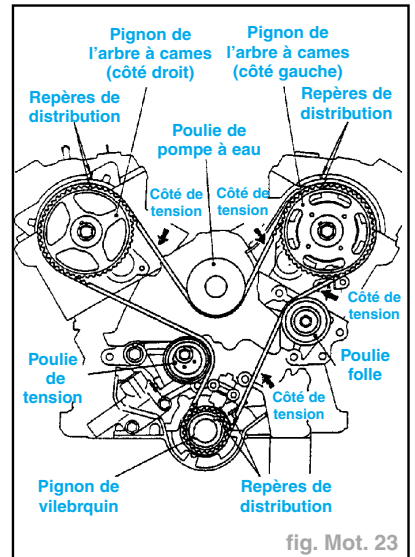

fig. Mot. 23
- Mettre la courroie de distribution en place en procédant comme indiqué ci-après, sans laisser de mou entre les différents pignons ou poulies (fig. Mot. 23) :